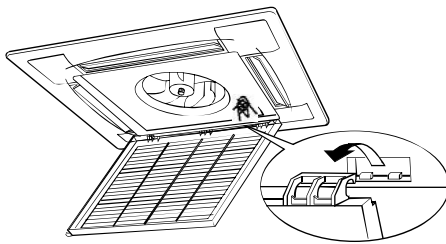

Abb. 4
2. Ziehen Sie das Lufteinlassgitter heraus (gemeinsam mit dem in Abbildung 4 dargestellten Luftfilter).